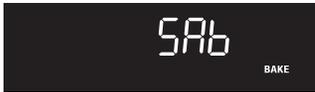

Figura 38: Configuración del horno en el modo sabático
6. Mantenga oprimidas simultáneamente las teclas **"Cook Time"** (tiempo de cocción) y **"Delay Start"** (encendido diferido) durante aproximadamente 3 segundos para programar el modo sabático. Una vez que la función esté programada, **"SAb"** (Figura 38) aparecerá en la pantalla para indicar que el modo sabático del horno se programó correctamente.